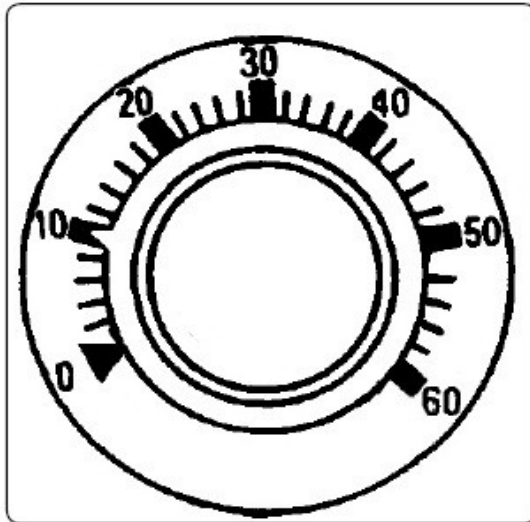

ABB. 4
4.10.1. Stellen Sie den Drehknopf wie in Abbildung 4 auf die Position "0".